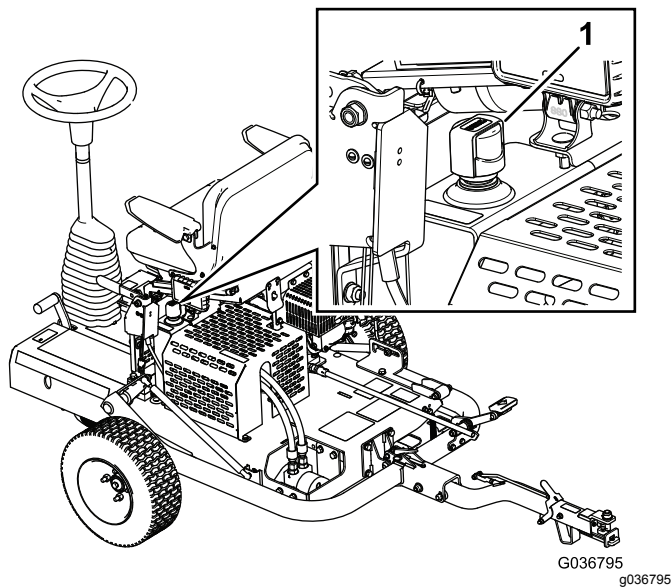

Figure 21
3. Enlevez le bouchon du réservoir hydraulique et vérifiez le niveau de liquide sur la jauge (Figure 21).